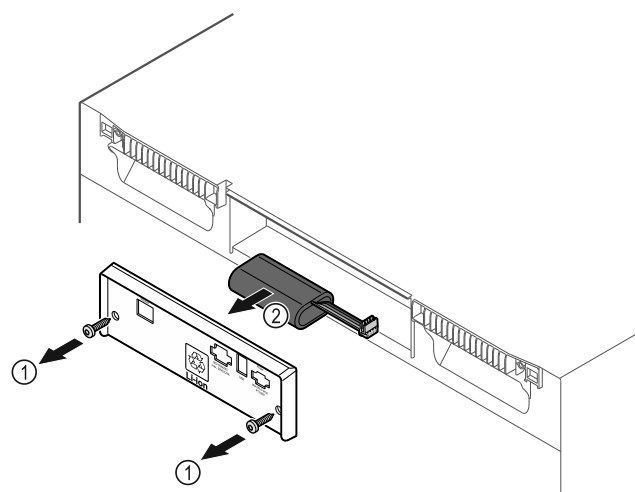

Fig. 229
- ▶ Keerake kruvid välja ja eemaldage kate seadme tagaküljelt Fig. 229 (1).
- ▶ Lahutage aku ja võtke välja Fig. 229 (2).